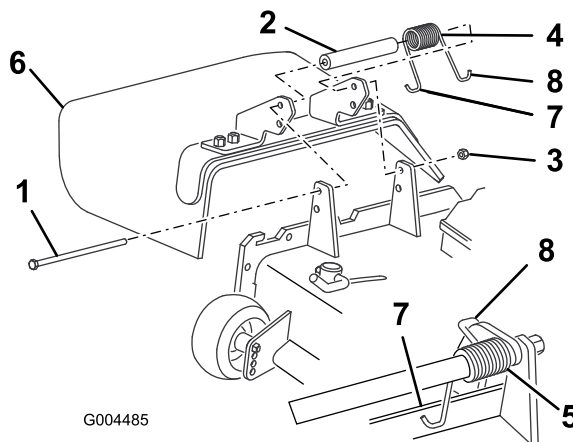

Figura 76
- Retire la contratuerca, el perno, el muelle y el espaciador que sujetan el deflector a los soportes de pivote (Figura 76).
- Coloque el espaciador y el muelle entre los soportes del deflector de hierba nuevo (Figura 76).
Nota: Asegúrese de colocar el gancho en J del extremo izquierdo del muelle detrás del reborde de la carcasa antes de instalar el perno, según se muestra en Figura 76.
Nota: Coloque el gancho en J del extremo derecho del muelle alrededor del deflector de hierba (Figura 76).